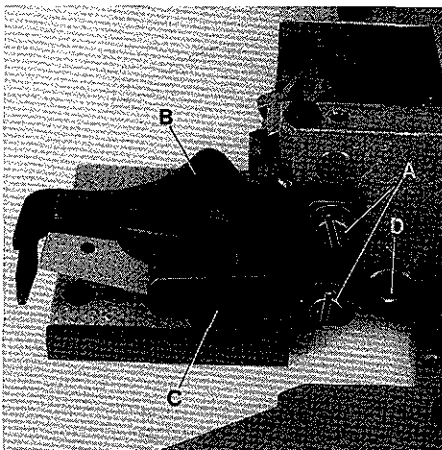
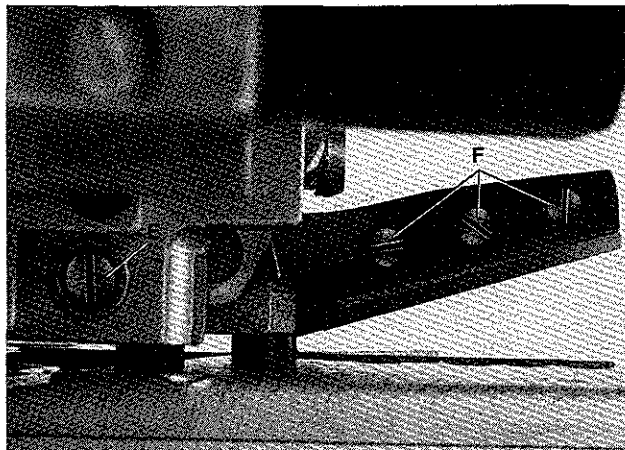
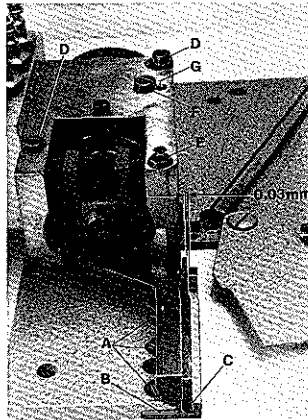

Fig.63
Fig.64
Fig.66
Loosen screws (A, Fig.63) and remove the two finger guards (B and C).
Loosen screw (D, Figs.63 and 65) and turn screw (E, Figs.64 and 65) a few revolutions counterclockwise until the pressure of upper knife against lower knife is released.
Remove the three knife fastening screws (A, Fig.66) and replace the lower knife.
The cutting edge of lower knife should be flush with the top surface of cloth plate. When assembling a new lower knife two shims (B, Fig.66) each 0,4 mm (1/64 in.) thick, have to be placed between lower knife and cloth plate. When assembling a resharpened knife one or both shims have to be removed, according to the stock removed while grinding, in order to have the lower knife cutting edge flush with cloth plate top surface. Tighten knife fastening screws.
Remove the three upper knife fastening screws (F, Fig.64) and replace the upper knife.
Press upper knife lever with upper knife in its down position. Cutting edges of upper and lower knife should overlap approx. 0,5 mm (.020 in.) at the knife tips (C, Fig.66). For this adjustment, the upper knife fastening screws (F, Fig.64) can be relocated a little bit up or down in the holes of the upper knife lever.
Lösen Sie die Schrauben (A, Fig.63) und entfernen Sie die beiden Fingerschutzteile (B und C).
Lösen Sie die Schraube (D, Fig.63 und 65) und drehen die Schraube (E, Fig.64 und 65) einigemal im Gegenuhrzeigersinn bis das Obermesser nicht mehr gegen das Untermesser drückt.
Entfernen Sie die drei Messerbefestigungsschrauben (A, Fig.66) und tauschen Sie das Untermesser aus.
Die Schneide des Untermessers muß auf gleicher Höhe mit der Stoffplattenoberfläche stehen. Beim Einbau eines neuen Untermessers werden zwei je 0,4 mm dicke Unterlegbleche (B, Fig.66) zwischen Untermesser und Stoffplatte gelegt. Beim Einbau nachgeschärfter Messer müssen, entsprechend dem abgeschliffenen Material, ein oder beide Unterlegbleche entfernt werden, damit die Untermesserschneide auf gleicher Höhe mit der Stoffplattenoberfläche ist. Ziehen Sie die Messerbefestigungsschrauben an.
Entfernen Sie die drei Obermesser-Befestigungsschrauben (F, Fig.64) und tauschen Sie das Obermesser aus.
Drücken Sie den Obermesserhebel mit dem Obermesser in die untere Stellung. Ober- und Untermesser sollen sich an den Messerspitzen (C, Fig.66) etwa 0,5 mm überlappen. Die Obermesser-Befestigungsschrauben (F, Fig.64) lassen sich für diese Einstellung in den Bohrungen etwas nach oben oder unten verlagern.
Release pressure of upper knife against lower knife as described in paragraph "REPLACING THE LOWER KNIFE". Loosen screws (D, Fig.66) slightly, and keep screw (E) securely tightened. Press upper knife lever in its down position.
Remove screw (F, Fig.66) and rotate eccentric rod (G) so, that the upper and lower knife contact each other at the knife tips (C), and at the lower knife pilot arises a distance of 0,03 mm (.0012 in.) (see Fig.66). Retighten the two screws (D) and turn in screw (F).
Make sure that eccentric rod (G, Fig.66) does not turn while tightening screws (D) and turning in screw (F).
Turn screw (E, Figs.64 and 65) clockwise until the upper knife exerts a markable pressure against lower knife. Lock screw (E, Figs.64 and 65) with screw (D) and make cutting tests with air pressure.
Lösen Sie die Schrauben (D, Fig.66) leicht, die Schraube (E) muß fest angezogen bleiben. Drücken Sie den Obermesserhebel in die unterste Stellung.
Entfernen Sie die Schraube (F, Fig.66) und drehen Sie den Exzenterbolzen (G) so, daß sich Ober- und Untermesser an der Spitze (C) berühren und am Untermesser-Führungszapfen ein Abstand von etwa 0,03 mm entsteht (siehe Fig.66).
Achten Sie darauf, daß sich der Exzenterbolzen (G, Fig.66) beim Anziehen der Schrauben (D) und Einschrauben der Schraube (F) nicht verdreht.
Drehen Sie die Schraube (E, Fig.64 und 65) im Uhrzeigersinn bis das Obermesser einen gut spürbaren Druck gegen das Untermesser ausübt. Kontern Sie die Schraube (E, Fig.64 und 65) mit der Schraube (D) und machen Sie Schneidproben mit Druckluftantrieb.